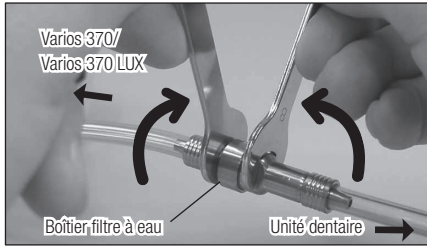

Fig.21
- 2) Montez deux Inserts plates (5x8) et tournez-les conformément à l'illustration de la Fig. 21.